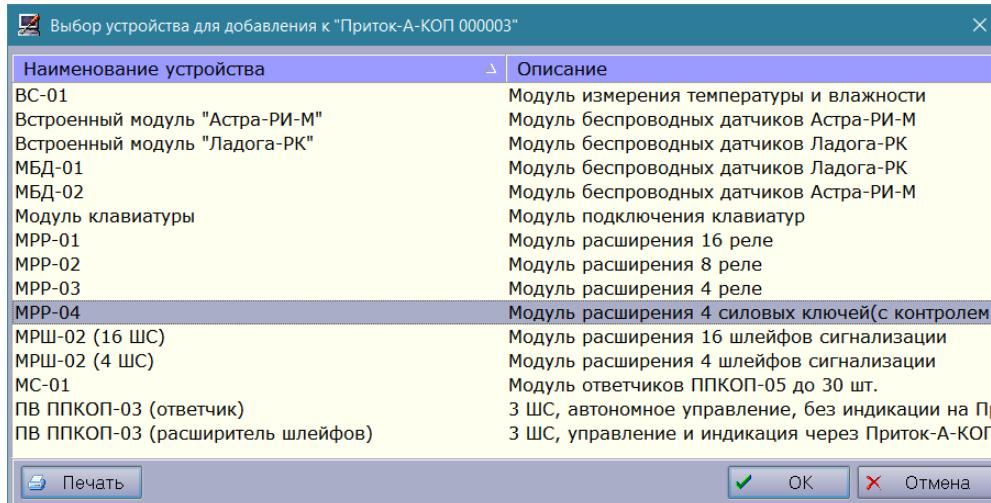

Рисунок 8
- В окне «Выбор устройства для добавления» выберите курсором МРР и нажмите «OK» (см. Рисунок 8).
В появившемся окне (см. рисунок 8) заполните поля: